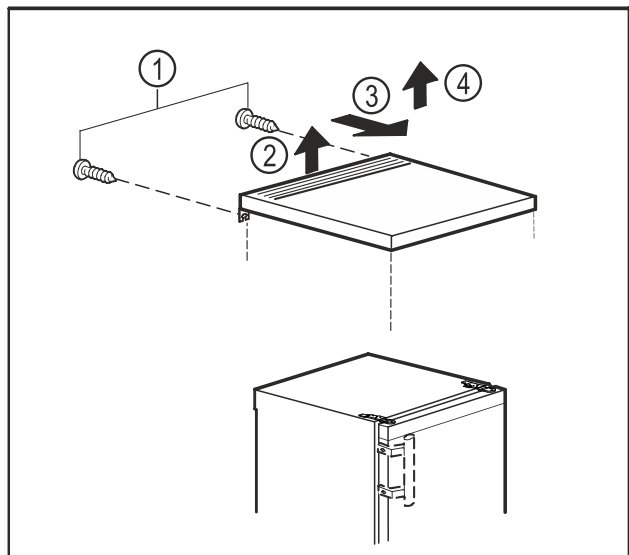

Fig. 9
- ▶ Odstráňte skrutky na zadnej strane. Fig. 9 [1]
- ▶ Zdvihnite dosku stola vzadu. Fig. 9 [2]
- ▶ Posuňte dosku stola nahor. Fig. 9 [3]
- ▶ Odoberte dosku stola nahor. Fig. 9 [4]